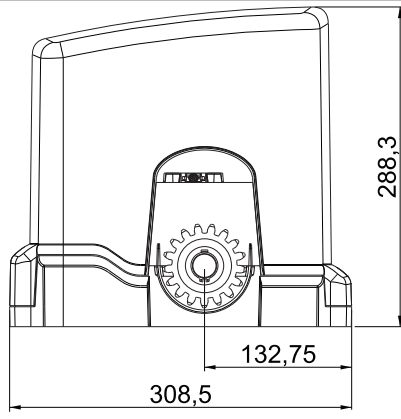

fig. 2
- 2_ Den Entriegelungshebel ziehen, wie in Abb. 2 gezeigt.
- 2_ Tirer le levier de déverrouillage d'après la Fig. 2.
- 2_ Tire la palanca de desbloqueo como se indica en la Fig. 2.